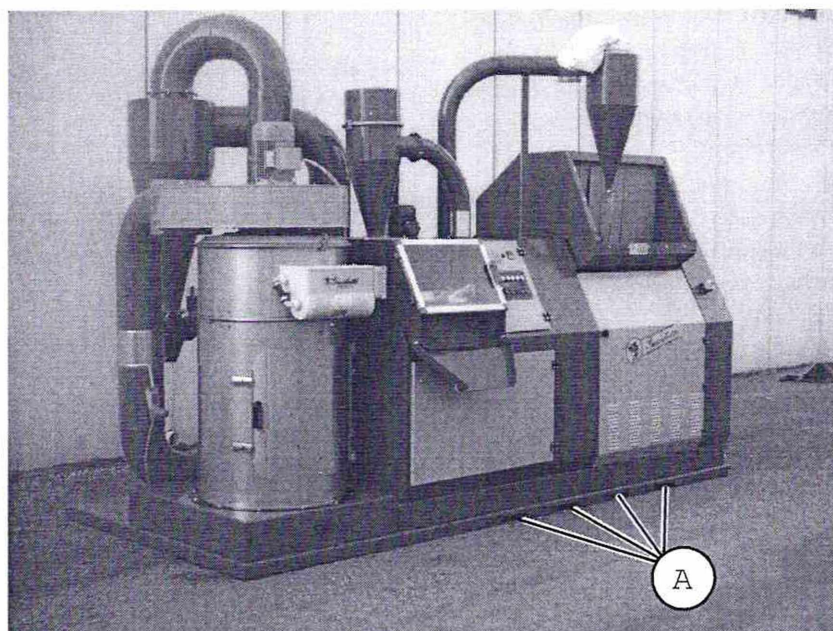

РИС.2
Установки серии "SINCRO" мод. 950 можно транспортировать и перемещать только с помощью погрузчика. Грузоподъемность погрузчика должна составлять не менее 5 тонн, а его вилы должны иметь длину не менее 2000 мм. Вилы вставляются в два из 4 отверстий в основании машины (A) (Рис. 2).